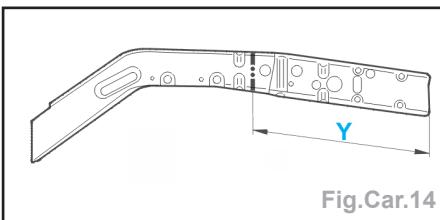

Fig.Car.14
- Tracer puis percer au Ø 8 mm pour soudage ultérieur par points bouchons, préparer les bords d'accostage, les protéger par un apprêt soudable, tracer, puis découper (coupe définitive) (Fig.Car.14).